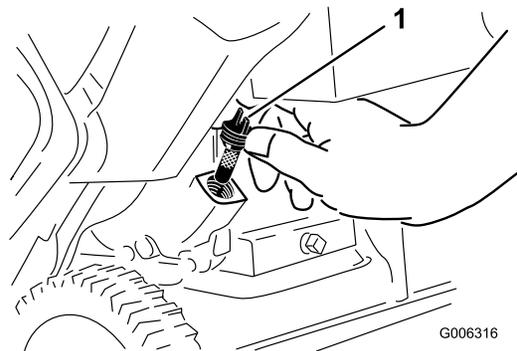

Figura 20
6. Limpie la zona alrededor del tapón de llenado de aceite (Figura 20).
7. Desenrosque y retire el tapón de llenado de aceite (Figura 20).